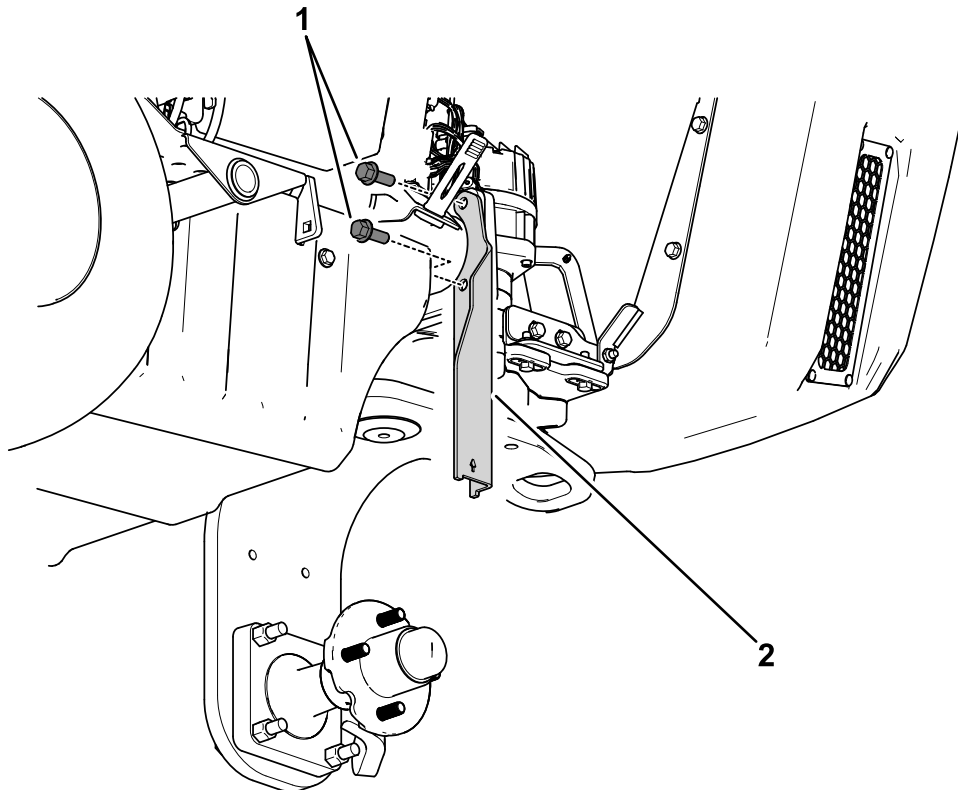

Figure 49
1. Avec les boulons existants (7/16") du boîtier de direction (près de l'unité de direction), fixez le support du cric sur le boîtier de direction (**Figure 49**).